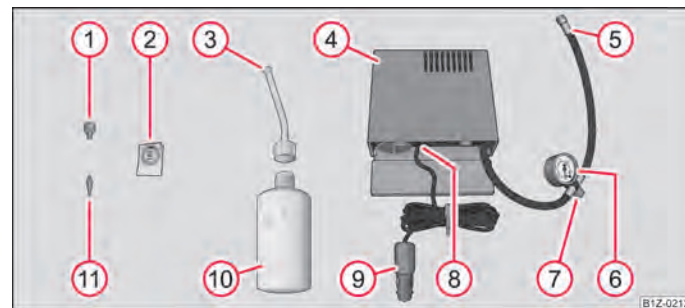

Fig. 170 Composants du kit de réparation des pneus
- Coller l'autocollant ② ⇒ fig. 170 sur le tableau de bord dans le champ de vision du conducteur.
- Visser l'embout de la valve à l'aide du visseur/dévisseur ① et le déposer sur une surface propre.
- Secouer vigoureusement et plusieurs fois le flacon de produit de colmatage des pneus ⑩ ⇒ fig. 170.
- Visser à fond le flexible de remplissage ③ en sens horaire sur le flacon de produit de colmatage des pneus ⑩. La pellicule sur l'obturateur est enfoncée automatiquement.
- Retirer l'obturateur du flexible de remplissage ③ et enfoncer complètement l'extrémité ouverte sur la valve du pneu.
- Maintenir le flacon ⑩ le fond dirigé vers le haut et injecter la totalité du produit d'étanchement du flacon de produit de colmatage des pneus dans le pneu.
- Revisser l'embout de valve à l'aide du visseur/dévisseur d'embout de valve ① sur la valve du pneu.
- Visser fermement le flexible de gonflage des pneus ⑤ ⇒ fig. 170 du gonfleur sur la valve du pneu.
- Contrôler que la vis de décharge d'air ⑦ est fermée.
- Brancher le connecteur ⑨ à la prise 12 V ⇒ page 78.
- Allumer le gonfleur en actionnant le commutateur MARCHE/ARRET ⑧.
- S'il n'a pas été possible d'atteindre la pression de gonflage de 2,0 à 2,5 bars, dévisser le flexible de gonflage des pneus ⑤ de la valve du pneu.
- Revisser le flexible de gonflage des pneus du gonfleur ⑤ à fond sur la valve du pneu et répéter la procédure de gonflage.